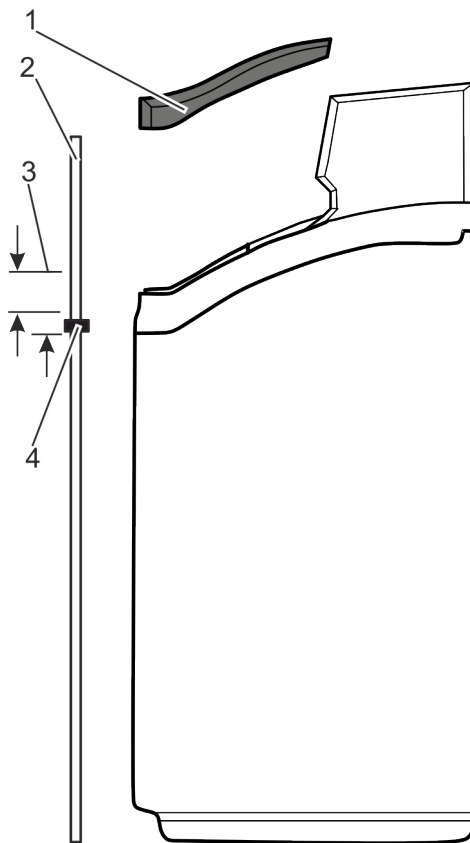

Abb. 15: Soletankhöhe markieren
1. ➔ Soletankdeckel (Abb. 15/1) nach oben abnehmen.
2. ➔ Stab (Besenstiel, Holzstab o. Ä., Abb. 15/2) außen senkrecht neben den Soletank stellen.
3. ➔ Markierung (Abb. 15/4) ca. 3–5 cm (Abb. 15/3) unterhalb des Rands des Soletanks am Stab (Abb. 15/2) anbringen.
4. ➔ Stab (Abb. 15/2) senkrecht in den Soletank stellen.
Eine Salzbrücke ist vorhanden, wenn Sie auf spürbaren Widerstand stoßen, bevor die Markierung (Abb. 15/4) am Holzstab den Rand des Soletanks erreicht hat.
9. ➤ Soletankdeckel (Abb. 15/1) auflegen.